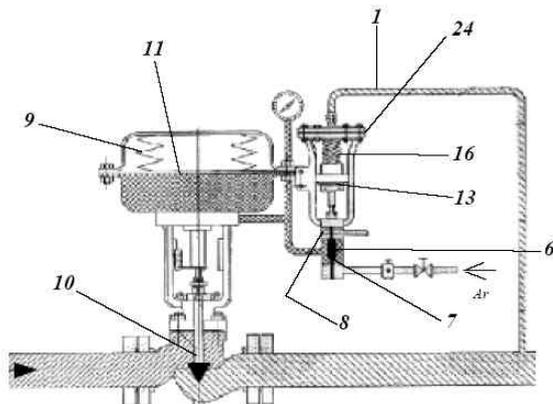

Figura 1
Conforme esquema ilustrativo da figura 1, a pressão controlada atua através do tubo de equilíbrio (1), no diafragma (24). Esta força que é produto da pressão controlada, vezes a área do diafragma é contrabalanceada pela pressão da mola que age em sentido contrário ao da pressão.